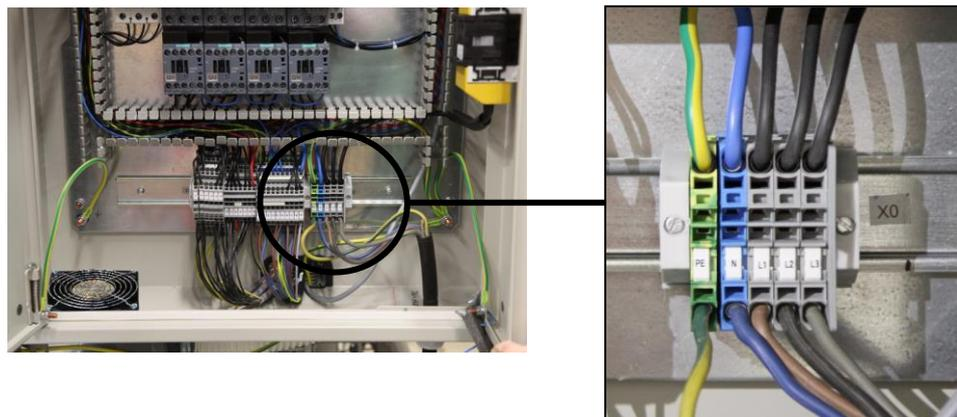

Рис. 16
- Подключите провода шнура питания к клеммам питания L1, L2, L3, N/BU/, PE/GN/YE/. (Рис. 16).